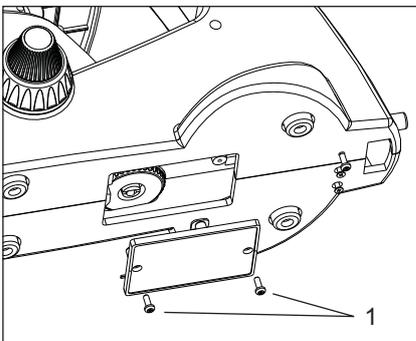

Fig. 4
2. Öffnen Sie die Schrauben (1) wie in Fig. 4. gezeigt.